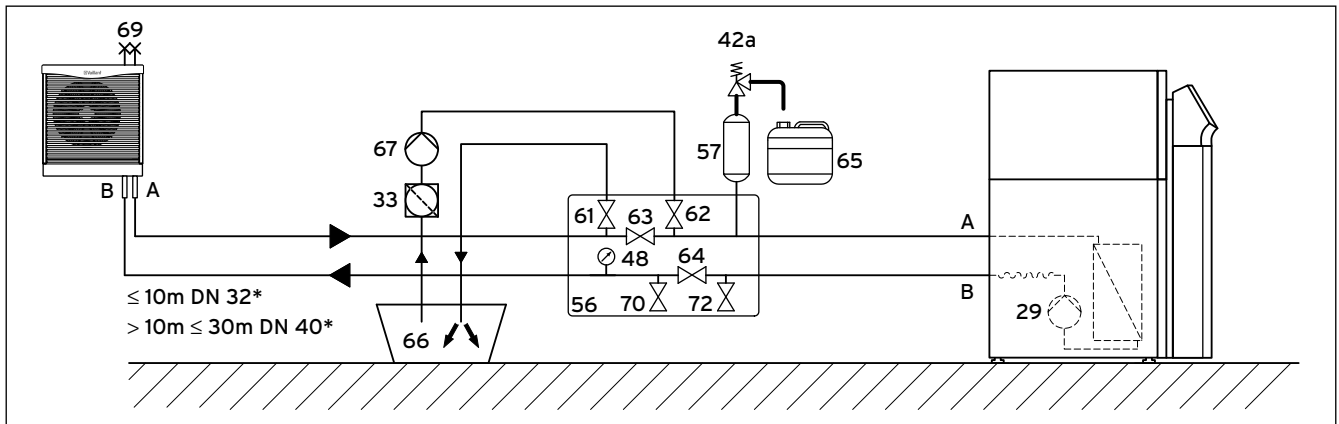

Abb. 6.4 Solekreis mit einer Außeneinheit und Wärmepumpen-Solebefüllstation (* einfache Strecke)
- Öffnen Sie ggf. alle weiteren Absperrventile, die in → **Abb. 6.4** und **6.5** nicht gezeigt sind.